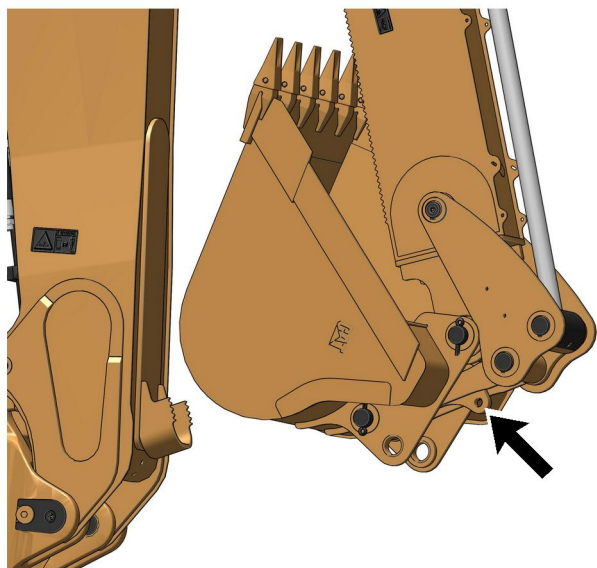

Ilustración 45
1. Conecte un garrucho de levantamiento aprobado por seguridad al cáncamo de levantamiento en los lugares que se muestran en la ilustración 45 .